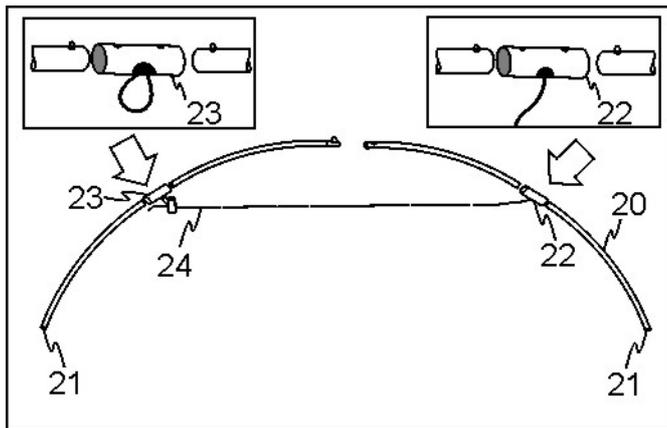

Abb. 4.1
#### Schritt 4: Zusammensetzung der Bögen (Abb. 4.1)
Ein Bogen besteht aus vier Bogenteilen (20), die mittels Verbindungshülsen (22) und (23) zusammengesetzt werden. Zwei Bogenteile (20) davon haben eine schwarze Endkappe (21) (Abb. 4.1)
Ein kompletter Bogen besteht aus einer Verbindungshülse mit Lasche (23) und einer Hülse mit Verbindungsseil (22) wie abgebildet (Abb. 4.1).